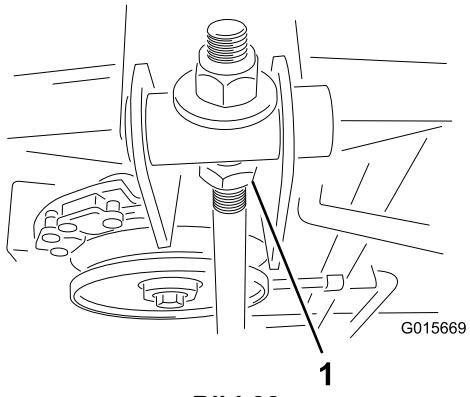

Bild 38
7. Lösen Sie dann die Klemmmutter (Bild 38).